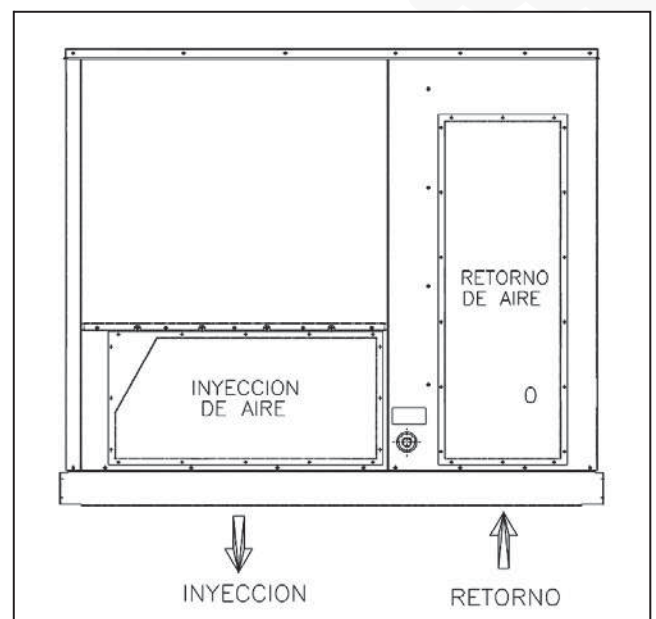

Fig. 5 - Aberturas para Conducto de Inyección y Retorno Horizontal
1. Remover los paneles que cierran las aberturas de suministro y retorno de aire horizontal (Fig.5).